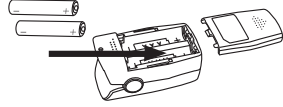

Рис. 7. Установка батарей
- Вставьте две батареи типа AAA, расположив их в правильном направлении (Рис. 7).